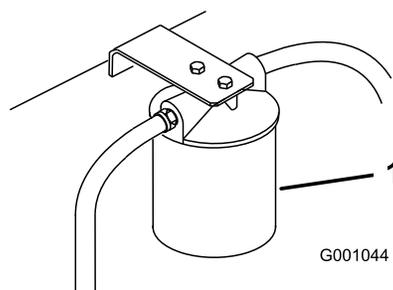

Figure 98
3. Placez un bac de vidange sous le filtre, déposez le filtre usagé et essuyez la surface du joint de l'adaptateur (Figure 98).